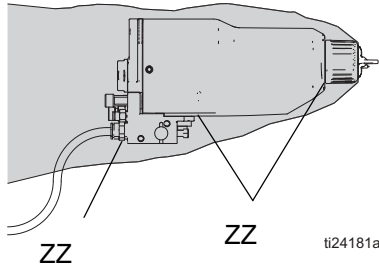

FIG. 20. Akışkan Sızıntısını Kontrol Etme
Çalışma sırasında, tabanca tabakasının (ZZ) tüm açıklıklarını akışkan varlığı yönünden kontrol edin. Bkz. FIGURE 20. Bu alanlardaki akışkan tabaka sızıntısını gösterir, bu ise akışkan boru bağlantılarındaki sızıntılardan veya akışkan geçesi sızıntısından kaynaklanabilir.